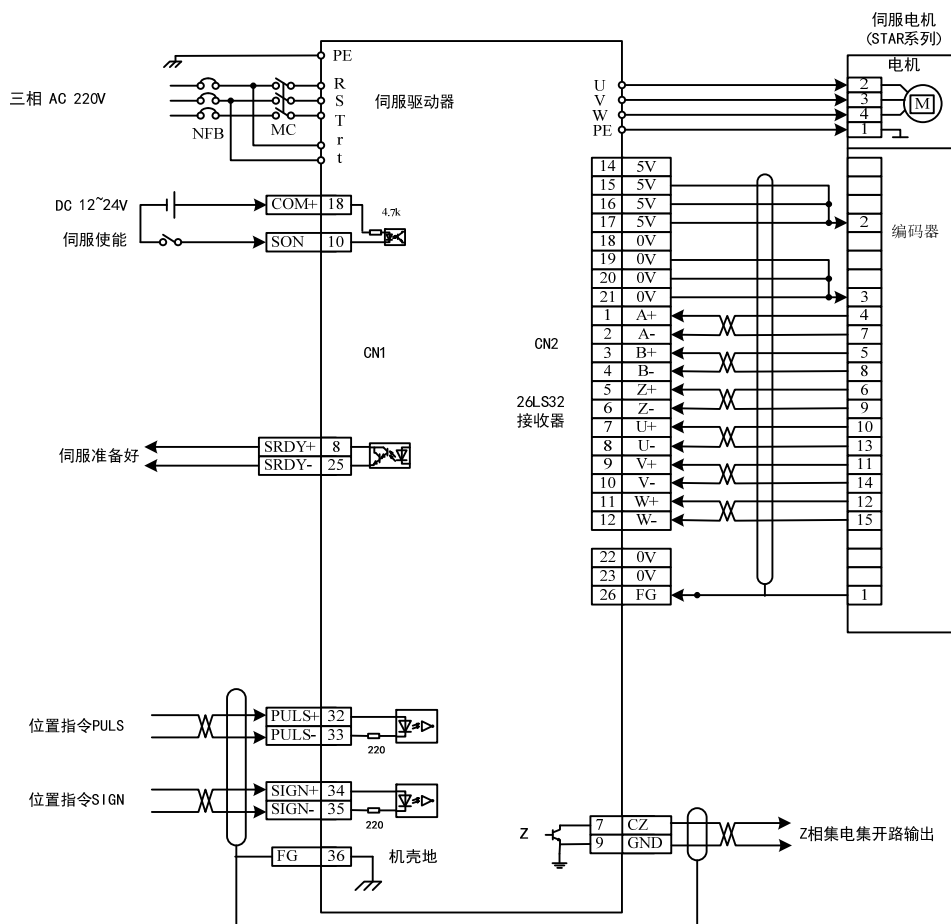

图 7.10 位置控制模式的简单接线图
- 按图 7.10 接线，主电路端子，三相 AC 220V 接 R、S、T 端子。